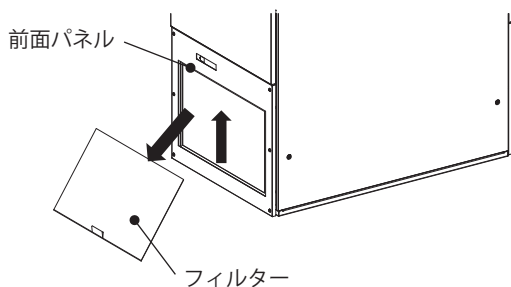

図1
- ①本製品を接続した配電盤の電源ブレーカを OFF してください。
- ②前面パネルのフィルターを取り外してください（図 1）。
- ①前面パネルのフィルターを取り外してください（図1）。